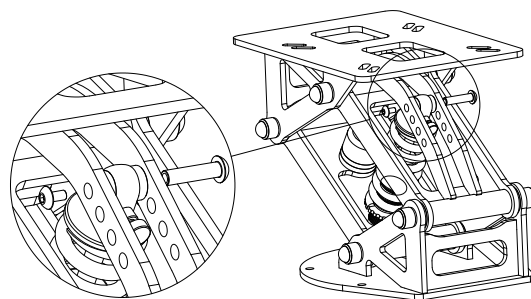

Рис. 3.
4. Закрепите в верхнем месте крепления амортизатора согласно предполагаемой нагрузке и зафиксируйте его винтом (поз.9) с помощью ключей (поз.12). Как показано на (рис.3).